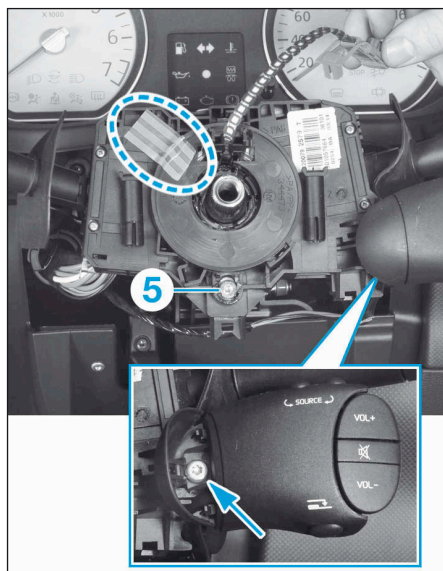

FIG.5
- Desserrer la vis (5) fixant l'ensemble de commandes sous volant (Fig.5).
- Ne bloquer la vis (5) (Fig.5) qu'une fois les demi-coquilles reposées de façon à positionner les manettes dans l'alignement du tableau de bord et de la planche de bord. Cette opération est facilitée par un découpage donnant accès à la vis (5) dans la demi-coquille inférieure.